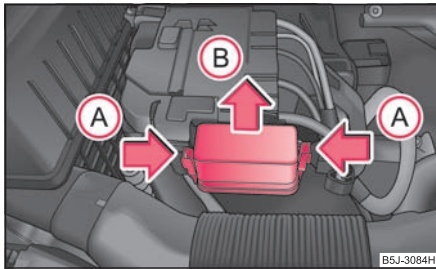

Abb. 206 Batterie: Sicherungsdeckel
- Drücken Sie die Verrastungen der Sicherungsabdeckung gleichzeitig in Pfeilrichtung **A** zusammen \Rightarrow Abb. 206, schieben Sie die Abdeckung in Pfeilrichtung **B** heraus.